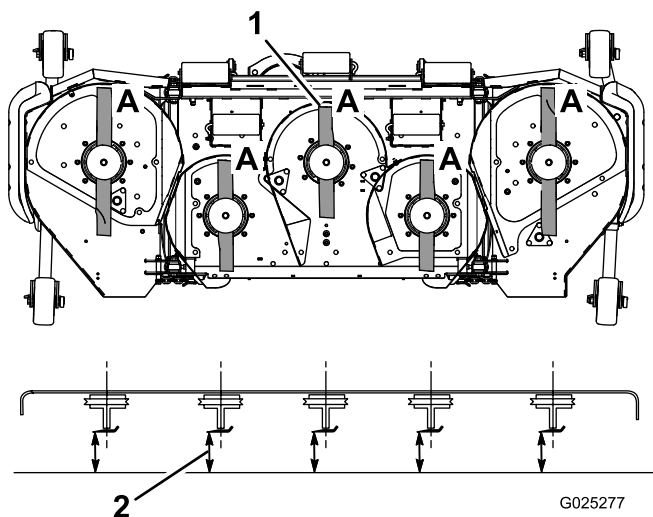

Figura 22
3. Rode as lâminas até as suas extremidades se encontrarem viradas para a frente e para trás (Figura 22). Meça desde uma superfície nivelada até à extremidade de corte, posição A, das lâminas (Figura 22). Anote esta medida.